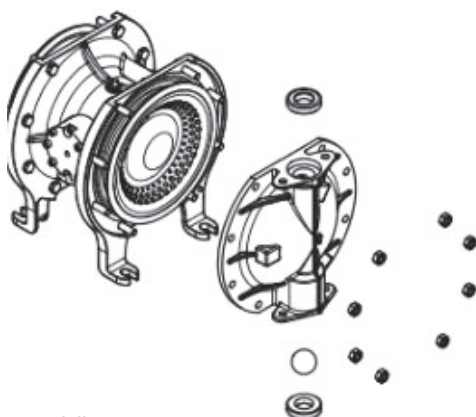

Fig. 4: Camera della pompa
- Allentare le viti delle camere della pompa (Fig. 4).